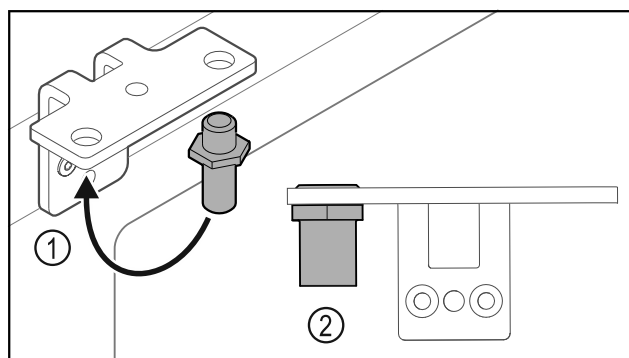

Fig. 36
- Flytta bulten Fig. 36 (1) i gångjärnsfästet.
- Dra åt bulten Fig. 36 (2) med ett **vridmoment på 12 Nm**.